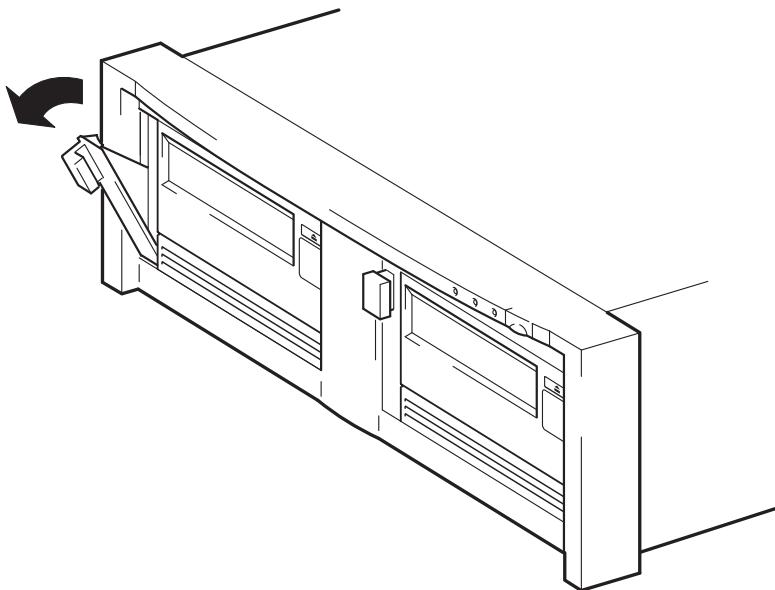

Figura 9a: azionamento della leva di rilascio
- 1 Tirare la leva di rilascio dell'unità che si desidera sostituire, in modo da posizionarla su out (vedere la Figura 9a).